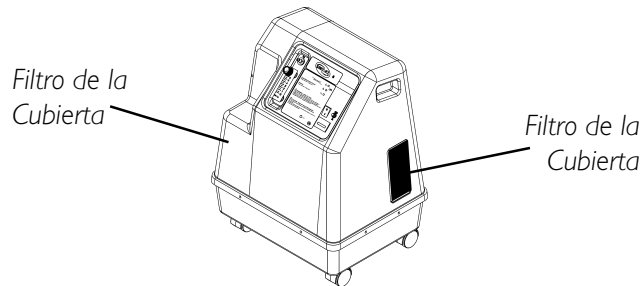

FIGURA 7 - LOCALIZACION DE LOS FILTROS DE LA CUBIERTA
NOTA: Todos los Modelos de los concentradores tienen dos (2) filtros localizados en cada lado de la cubierta (FIGURA 7).